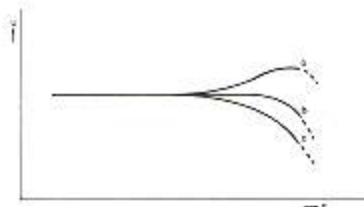

Fig. 16
- Bei Frequenzen höher als 6300 Hz soll der Frequenzgang ungefähr der in Abb. 16 gezeigten Kennlinie b entsprechen. Die Nachverzerrung soll $\leq 3\%$ bei 1 kHz (100% Modulation) sein.